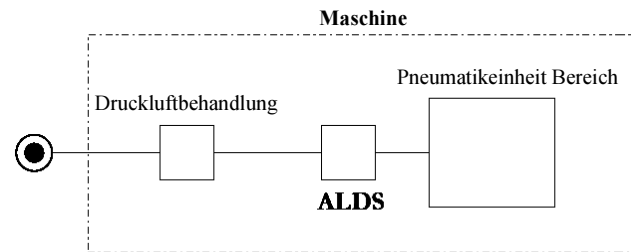

Abb. 6
- Das ALDS wird in der Regel in der Druckluft-Zufuhrleitung der zu überwachenden Maschine installiert (siehe Abb. 6).